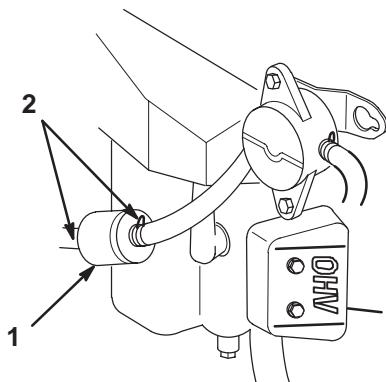

Figure 47
3. Pincez les extrémités des colliers et faites glisser ceux-ci pour les éloigner du filtre (Fig. 47).